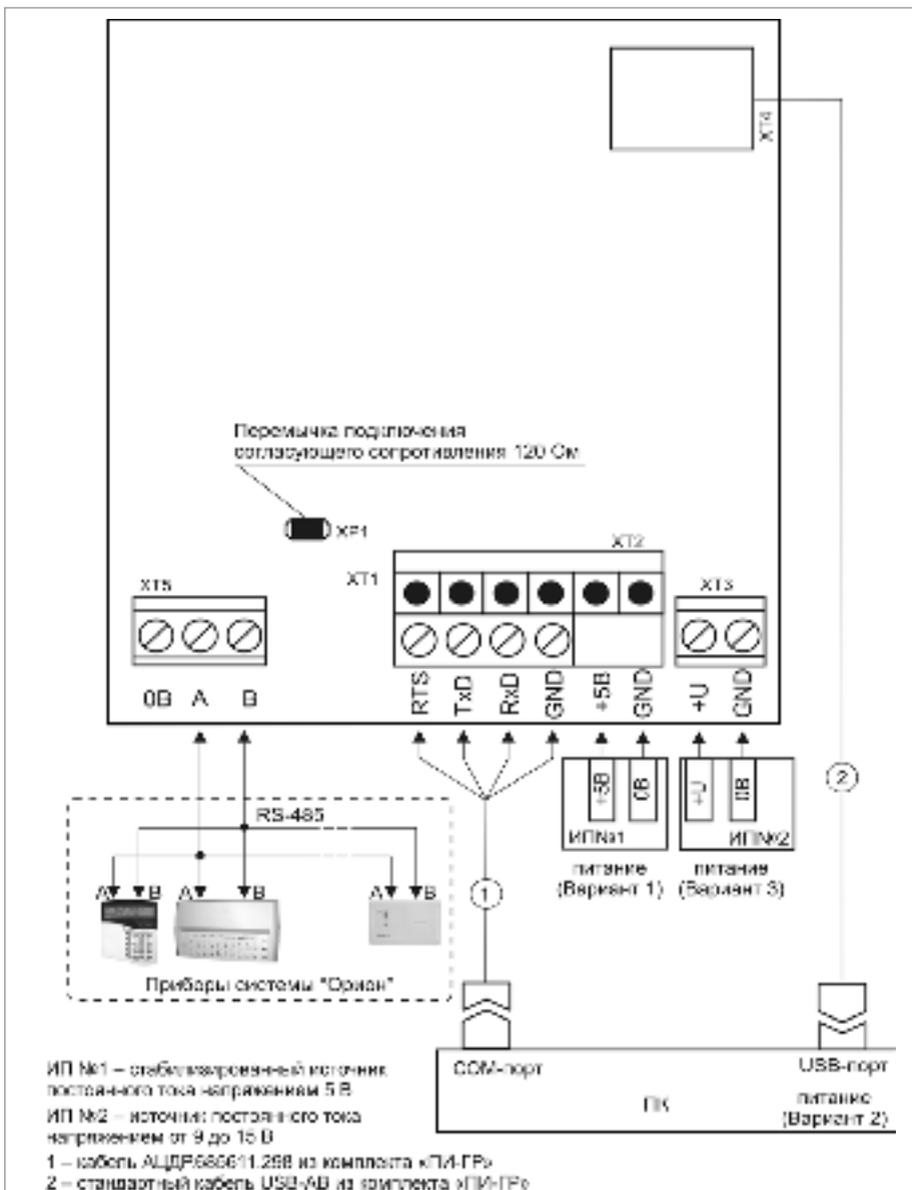

Рисунок 5. Схема внешних соединений «ПИ-ГР»
1.3. Подключите преобразователь в соответствии с проектной документацией и схемой на рис. 5.